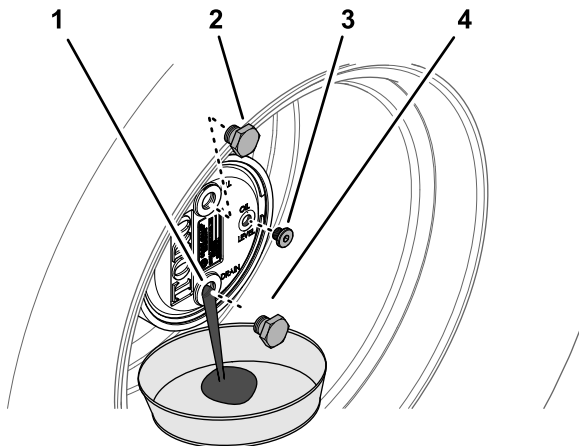

Figura 64
2. Retire el tapón de llenado en la posición de las 12 y el tapón de verificación en la posición de las 3 (Figura 64).
3. Coloque un recipiente debajo del cubo planetario, retire el tapón de vaciado en la posición de las 6 y deje que el aceite se drene por completo (Figura 64).
5. Instale el tapón de vaciado en el orificio de vaciado del engranaje planetario (Figura 64).